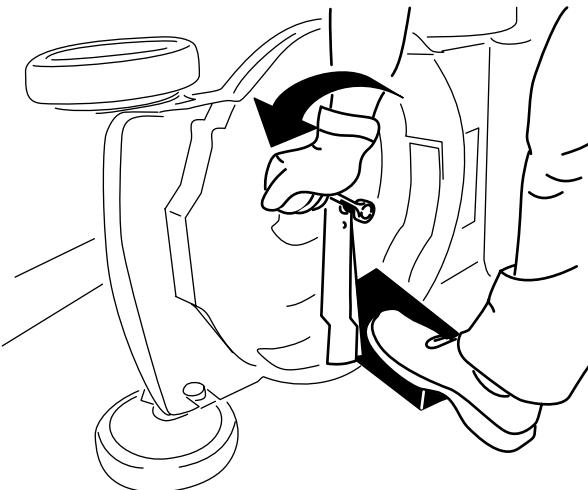

Figura 21
2. Utilice un bloque de madera para inmovilizar la cuchilla (Figura 21).
3. Retire las cuchillas, conservando todas las fijaciones de montaje (Figura 21).